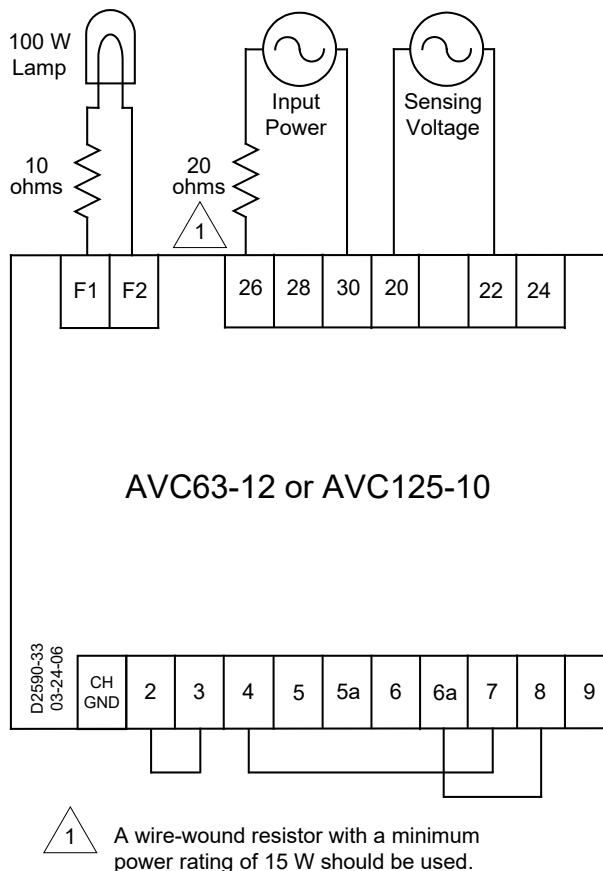

Figure 10. Configuration de test
1. Raccordez le régulateur conformément à la Figure 10 et appliquez les tensions appropriées.